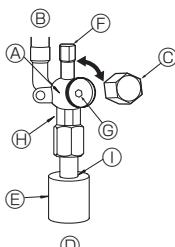

Fig. 4-6
- ② Βεβαιωθείτε ότι η βαλβίδη διακοπής είναι εντελώς ανοιχτή, και περιστρέφοντας επαναφέρετε το καπάκι στην αρχική του θέση.
(2) Γραμμή υγρού (Fig. 4-6)
- ① Βγάλτε το καπάκι και περιστρέψτε το στέλεχος της βαλβίδας προς τα αριστερά έως το τέρμα χρησιμοποιώντας ένα εξαγωνικό κλειδί 4 mm. Σταματήστε να περιστρέψετε έως ότου φτάσει στον αναστολέα.